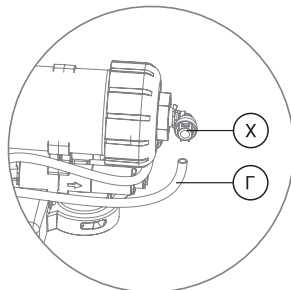
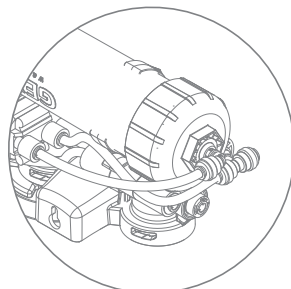

Рис. 18
Рис. 19
4. Трубку (Г) (рис. 18) вставьте в угловой фитинг (Х) (рис. 18, рис. 19).